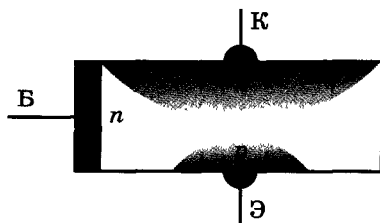

Рис. 104
**Теоретический материал.** Транзистор изготовлен из пластинки (кристалла) германия, в грани которой вплавлены атомы индия (рис. 104). В результате в пластинке образуются три области: эмиттер Э, база Б, коллектор К, на границах которых выделяют два электронно-дырочных перехода: Э — Б-эмиттерный, Б — К-коллекторный (рис. 105).